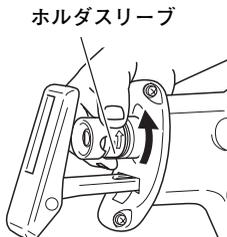

図 4
- (2) ホルダスリーブを図4の矢印の方向(ホルダスリーブに刻印された矢印と同じ方向)に回してください。約半回転回しますとホルダスリーブは自動的に固定できます。(図4)
ホルダスリーブを図4の矢印の方向(図4参照)に回して固定してから、のこ刃を下に向けてください。のこ刃は自然に落下します。自然に落下しない場合はのこ刃を指で引張って取はずしてください。
- (1) のこ刃取付け部がいつも円滑に動くように、ご使用後は切粉・土・砂・水分などをエアで吹き飛ばすか、ブラシなどで清掃してください。
- (2) ホルダスリーブを図4の矢印の方向に回した状態で、半月形の隙間から切削油などを定期的に注油してください。